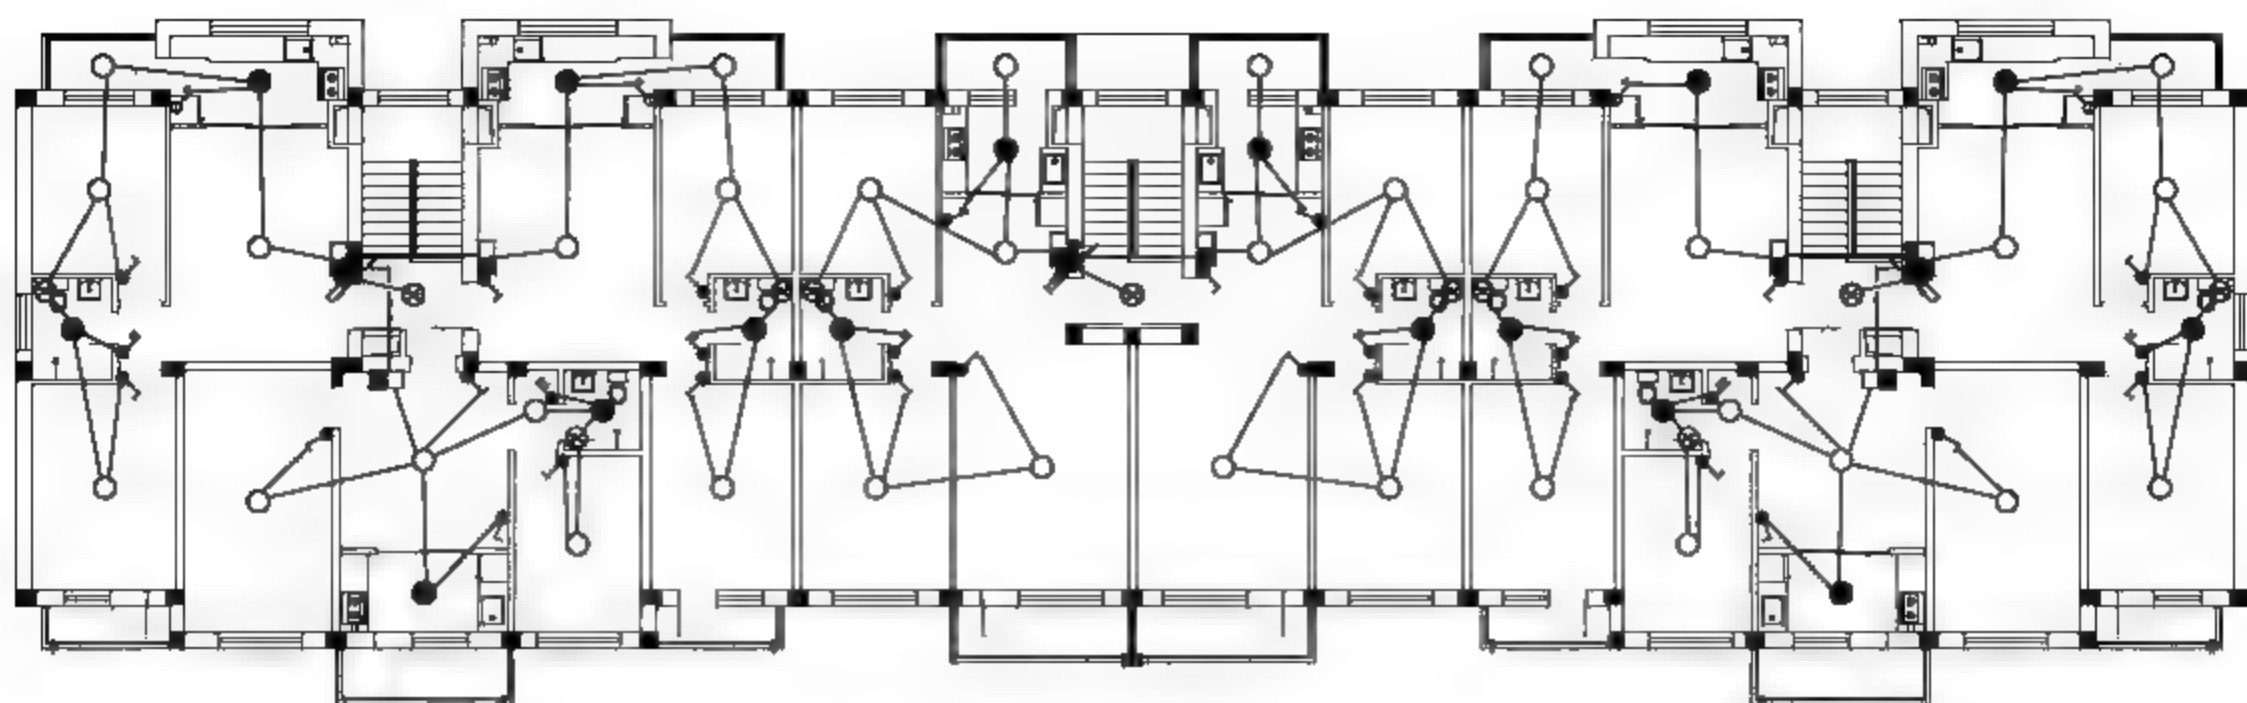

图12-11 复制图形
**09** 调用MI【镜像】命令，选择平面图左侧的电气图形，将图形复制至右侧；调用PL【多段线】命令，补充完整电气设备之间的连接线路，操作结果如图12-11所示。